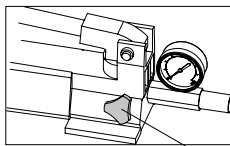

Fig. 17a
2. Chiudere la valvola di spurgo (2.4b) ruotandola in senso orario. (Fig. 17a)